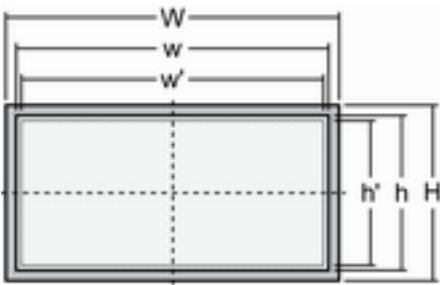

Abb. 12: Schematischer Ausschnitt
1. ➤ Schneiden Sie die Schalttafel entsprechend den Abmessungen in Abb. 12 aus.